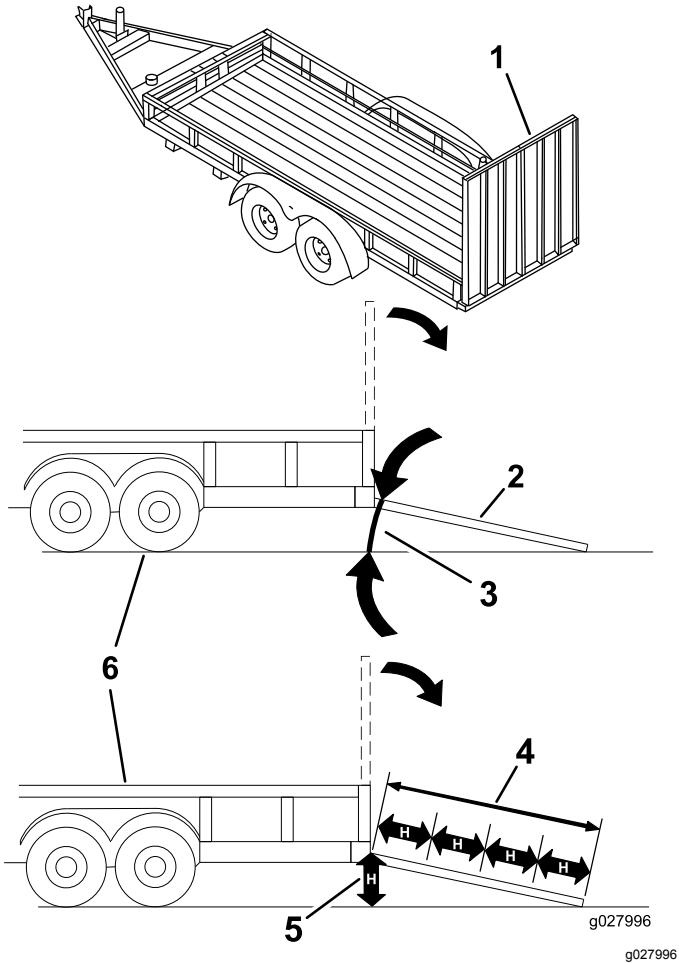

Figura 34
Il caricamento della macchina su un rimorchio o un autocarro aumenta la possibilità di ribaltamento e può causare gravi lesioni o la morte (Figura 34).
3. Abbassate la rampa, assicurandovi che l'angolazione tra la rampa e il terreno non superi 15 gradi (Figura 34).